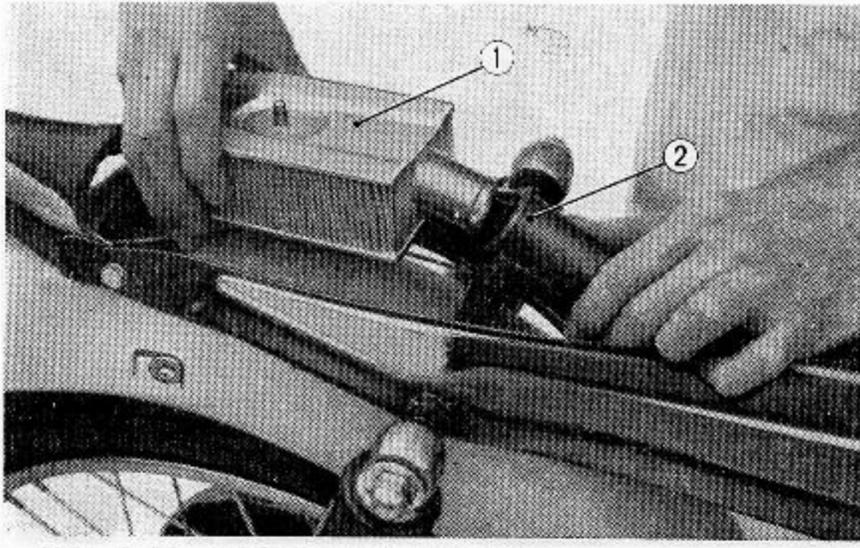

Abb. 4.44 Luftfiltereinsatz einbauen
- (1) Luftfiltereinsatz am Luftfilterschalldämpfer anbauen und mit dem Ring 'A' befestigen. (Abb. 4.44)
- (2) Luftfiltergehäuse aufsetzen, 6 mm Befestigungsmutter anziehen und mit der Gummihalfterung befestigen.
- (3) Sitzbank wieder einbauen.